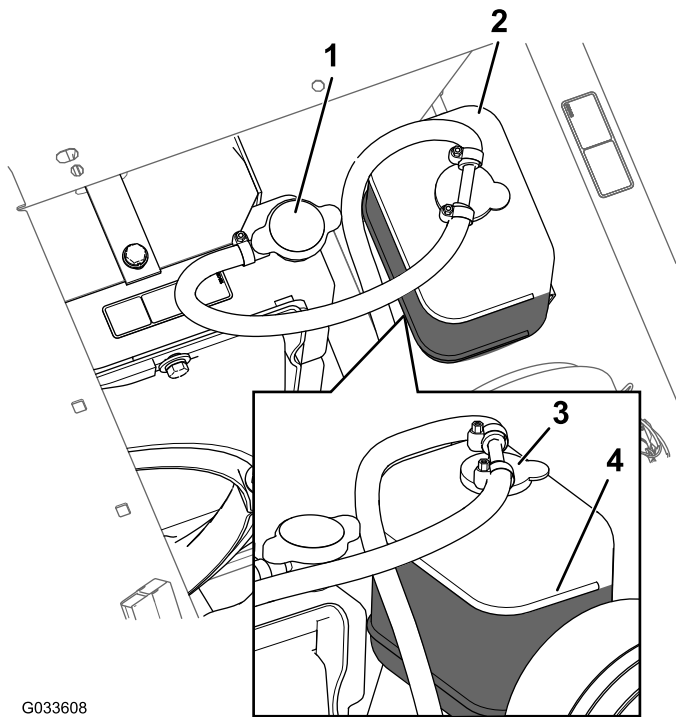

Figure 81
3. Retirez le bouchon du radiateur et le bouchon du vase d'expansion avec précaution (Figure 81).
**Remarque:** Le radiateur doit être rempli jusqu'en haut du goulot de remplissage et le vase d'expansion jusqu'au repère MAXIMUM (Figure 81).
5. Si le niveau de liquide de refroidissement est bas, enlevez le bouchon du vase d'expansion et le bouchon du radiateur. Remplissez le vase d'expansion jusqu'au repère MAXIMUM, et le radiateur jusqu'en haut du goulot de remplissage (Figure 81).
6. Remettez en place les bouchons du radiateur et du vase d'expansion (Figure 81).
2. Lorsque le moteur est froid, retirez le bouchon du radiateur (Figure 81).
6. Retirez le bouchon de radiateur (Figure 81).